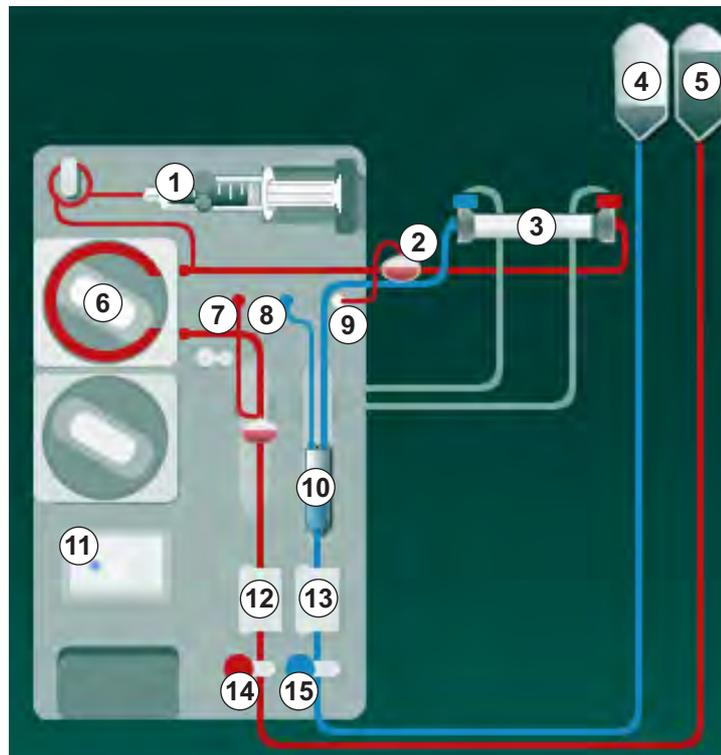

Fig. 5-8 Inserción del sistema A/V en cebado bolsa a bolsa
2. Retirar los conectores del dializador del puente de lavado y conectarlos al dializador (Fig. 5-8 Inserción del sistema A/V en cebado bolsa a bolsa (100), © ) cuando aparezca la instrucción correspondiente en el equipo. Respetar el código de colores: